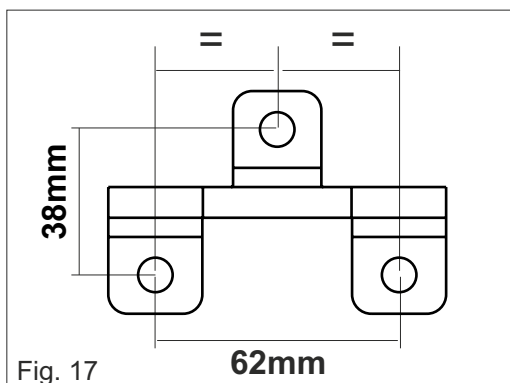

Fig. 17
- 2) Visser le support antérieur sur le portail en respectant les trous faits selon les dimensions en Fig. 17 -18